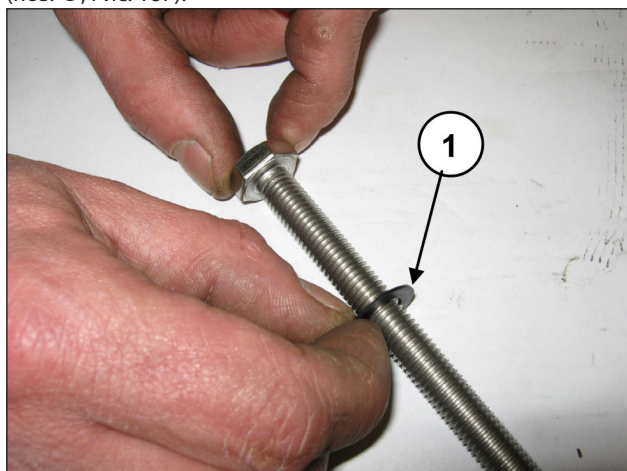

Рис. 187
Наденьте шайбу $\varnothing 10 \times 18 \times 0,9$ на крепежный винт поршня (поз. ①, Рис. 187).